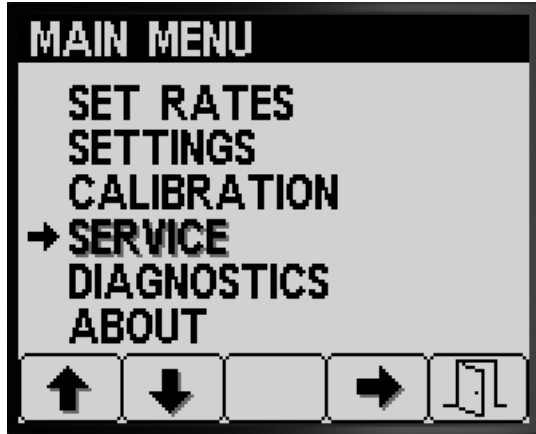

Figura 79
1. Per accedere alla schermata Servizio, premete il pulsante 2 nella schermata Menu principale e navigate fino all'opzione SERVIZIO (Figura 79); vedere Accesso alla schermata Menu principale \(pagina 5\).
2. Premete il pulsante 4 per selezionare il sottomenu SERVIZIO (Figura 79).